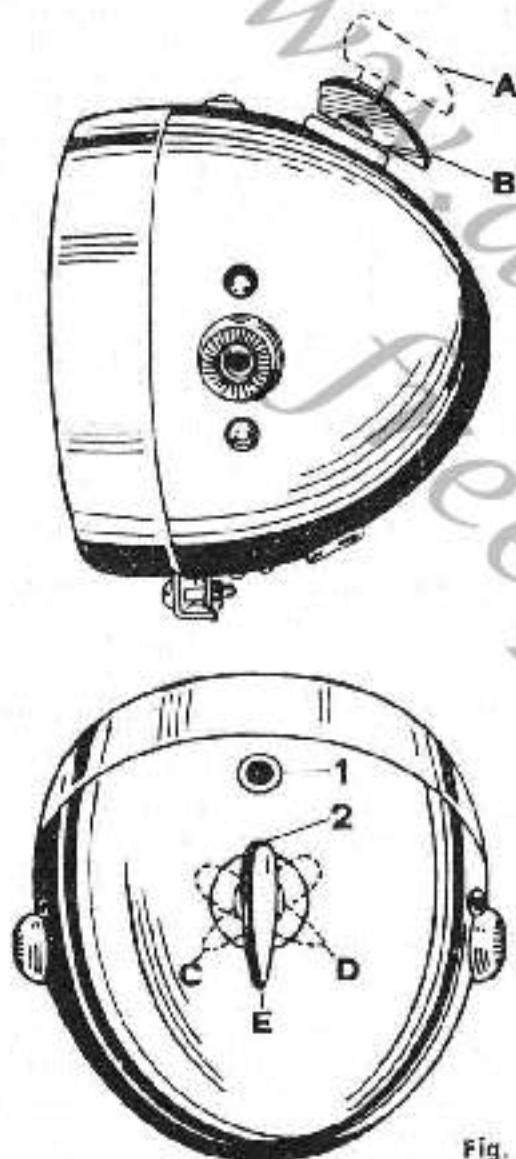
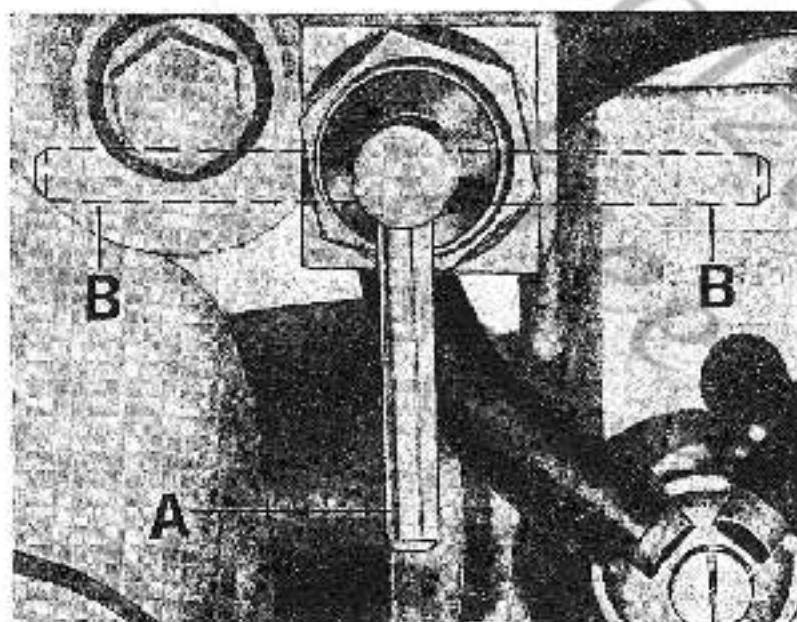

Fig. 7
Fig. 9
(ved. fig. 7)
(ved. fig. 9)
- la chiave sul faro sia in posizione di marcia (vedere B di fig. 7);
- il rubinetto benzina sia aperto (vedere A di fig. 9);
Chiudere la manopola comando gas (girate in avanti), tirare a fondo la leva della frizione e passare in posizione di folle, alzare la chiave sul faro portandola in posizione di arresto (vedere A di fig. 7) e chiudere il rubinetto della benzina portandola in posizione di chiuso (B di fig. 9).